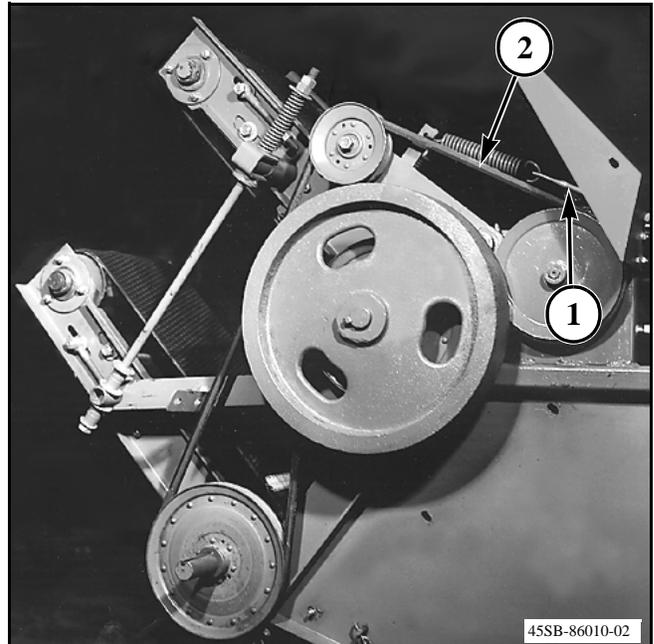

FIG. 38
FIG. 38: Ajuste la tensión de la correa de transmisión del expulsor de fardos con el perno de tensión del tensor de la correa de transmisión (1). Ajuste la tensión en la correa de transmisión del expulsor de fardos a 9,5 mm (3/8 de pulg.) de deflexión con 4,5 kg (10 lb) de fuerza a la mitad del rango (2).